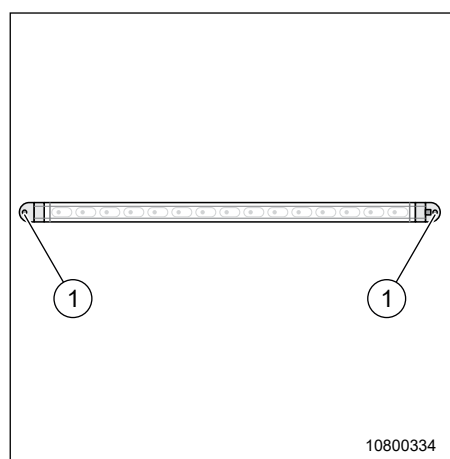

Fig. 128 Lampe LED du garage
1. Glisser le couvercle (Fig. 128, Pos. 1) vers la gauche et l'enlever.
3. Remettre en place le couvercle (Fig. 128, Pos. 1) et le faire glisser vers la droite.
La lampe LED (Fig. 128) peut être changée (pièce de rechange Malibu disponible dans le commerce spécialisé).
1. Desserrer les vis (Fig. 128, Pos. 1) .